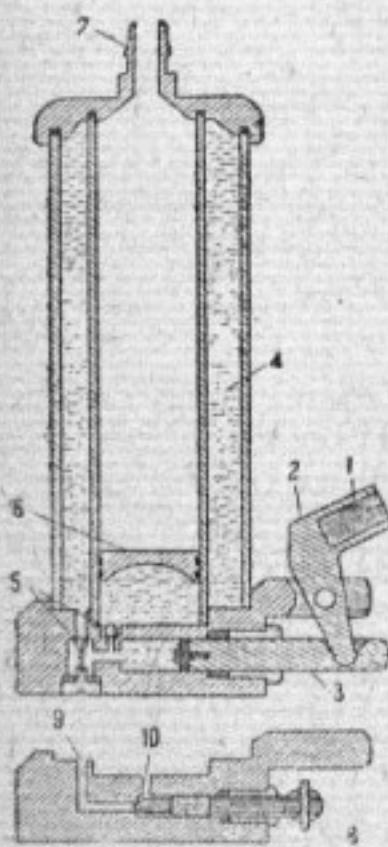

Рис. 1
**Ручной тавотонабиватель** сделан по типу гидравлических домкратов, которыми снабжались автомобили ЯГ и АМО Ф-15 (можно использовать старые домкраты). Устройство его в разрезе показано на рис. 1. При качании ручки, вставляемой в отверстие 1, рычаг 2, двигая насосный плунжер 3, перекачивает масло из полости 4 через шариковые клапаны 5 под поршень 6. Поршень поднимается и через штуцер 7 в крышке корпуса выдавли-